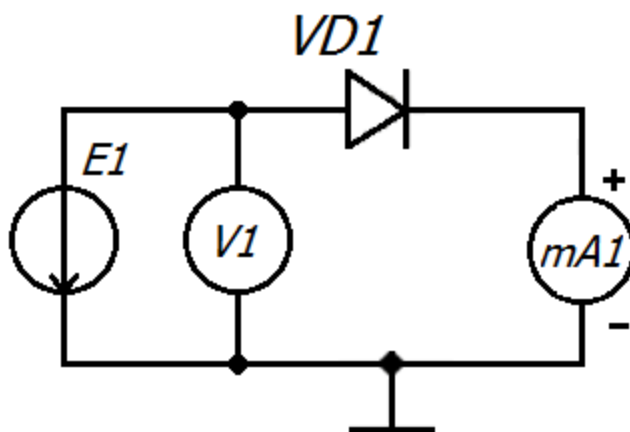

Рисунок 8 – Принципиальная схема исследования ВАХ диодов в обратном включении
4.2.2 Собрать схему диода при обратном включении (рисунок 8).